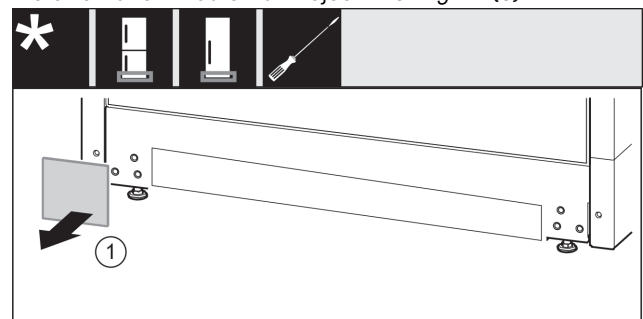

Fig. 15
- ▶ Ta av täckplattan. Fig. 15 (1)